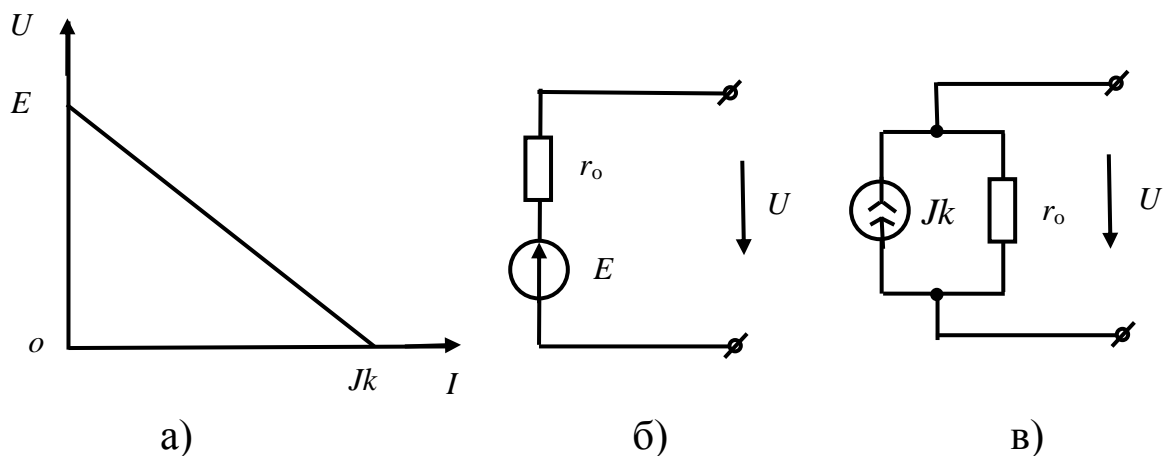

Рис. 1.1
2. Источник электрической энергии, характеризуемый внешней характеристикой $U = f(I)$ (рис. 1.1, а), может быть представлен в виде любой из двух эквивалентных схем: схемы из последовательного включения ЭДС и внутреннего (входного) сопротивления источника (рис. 1.1, б) и схемы из параллельно включенных источников тока и внутреннего (входного) сопротивления источника (рис. 1.1, в). Величина ЭДС E в схеме (рис. 1.1, б) численно равна напряжению на зажимах источника в режиме холостого хода (при отключенной нагрузке), а ток источника J_k в схеме (рис. 1.1, в) численно равен току короткого замыкания источника.